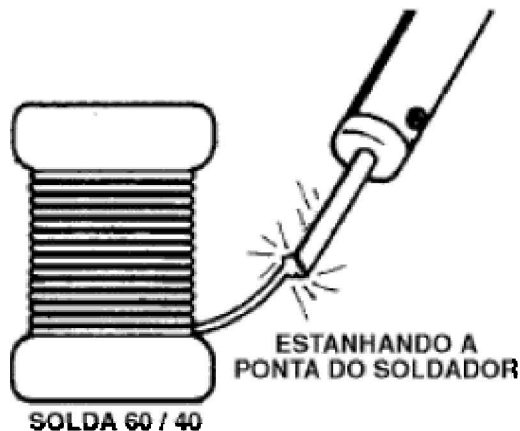

Figura 4 – Estanhando a ponta de um soldador
c) Encoste a solda no local de modo que ela derreta e "molhe" a ponta. Esta operação chama-se "estanho" a ponta do ferro de soldar e é mostrada na figura 4.